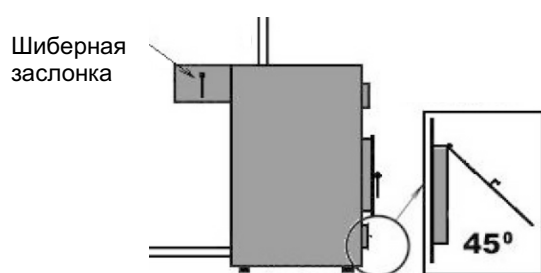
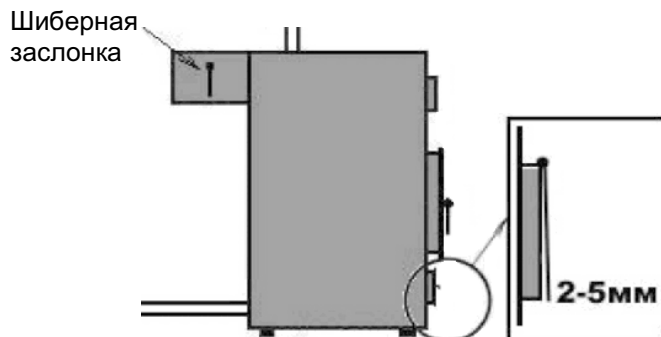

Рисунок 8
Рисунок 10
- после того, как воздух в отапливаемом помещении нагреется, прикрыть дверцу регулировки подачи воздуха, оставив воздушный зазор примерно — 2-5 мм (рис. 10), закрыть на половину заслонку в дымоотводящем патрубке (если шибер шторный, то выдвинуть его до риски на шторке). Таким образом будет обеспечена правильная работа Котла и соответственно максимально эффективный, экономичный, комфортный режим работы, не требующий дополнительной регулировки до тех пор, пока в топке не останется топлива менее десятой части от полной загрузки;
- если доложено больше топлива, чем находится в топке, более чем в три раза, то необходимо приоткрыть дверцу регулировки подачи воздуха под 30-45 градусов относительно вертикали (рис. 8) на 5-10 минут, пока не займется дымом, не начнет тлеть вновь заложенное топливо (чем влажнее топливо — тем дольше), после чего необходимо вернуть дверцу регулировки подачи воздуха в положение 2-5 мм зазора (рис. 10);